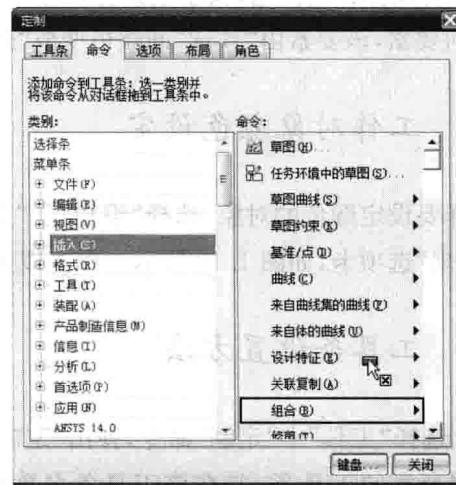

图 1.12 工具条定制方法
(2) 打开“命令”选项卡，在“类别”选项区中选择相应的项目，右边的“命令”选项区将变为对应的工具条选项。将“命令”选项区中所需的命令按钮拖放至工具条或菜单中后释放鼠标左键，即可添加该命令按钮，如图 1.12 所示。